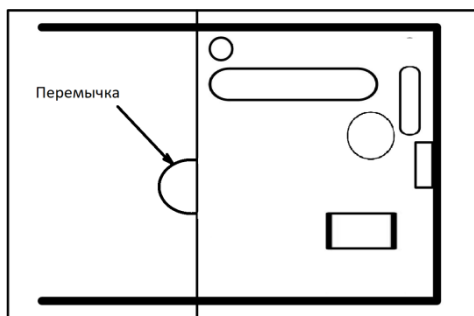

Рис.3. Расположение переключателя на плате
3. Перекусить переключатель (провод) выходящую из-под платы (см. рис. 3).